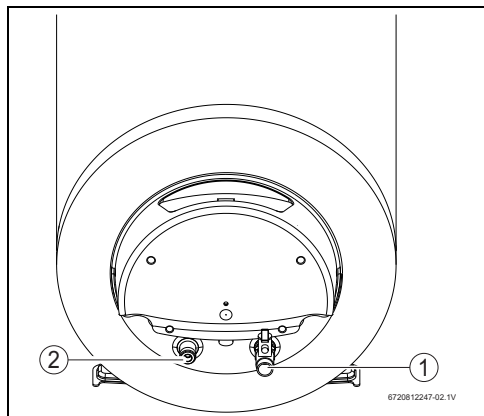

Fig. 9
- ▶ Para evitar confusiones, identifique convenientemente las conducciones de agua fría y de agua caliente (Fig. 9).